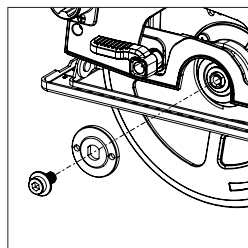

Abb. 4
- Lösen und entfernen Sie die Innensechskantschraube des Dorns, zugehörige Halterungen und den äußeren Sägeblatt-Antriebsflansch mit dem Sechskantschlüssel. (**Abb. 4**)